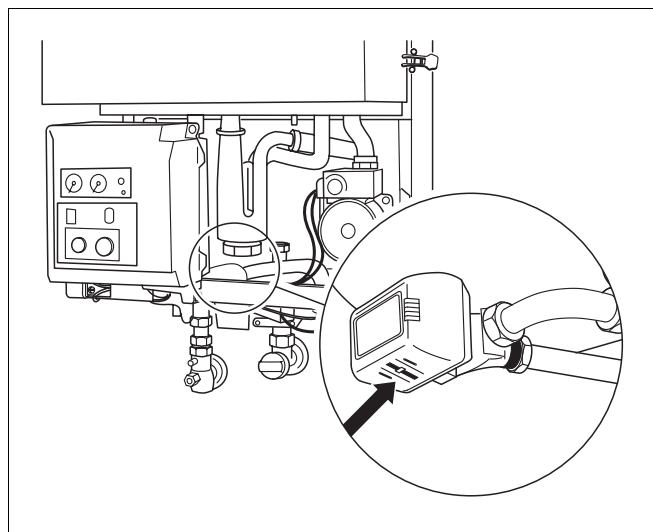

Abb. 3 Dreiwegeventil
- Dreiwegeventil (Abb. 3) in Mittelstellung bringen. Dazu Hebel am Dreiwegeventil mit Schraubenzieher o.ä. nach rechts schieben und eindrücken.